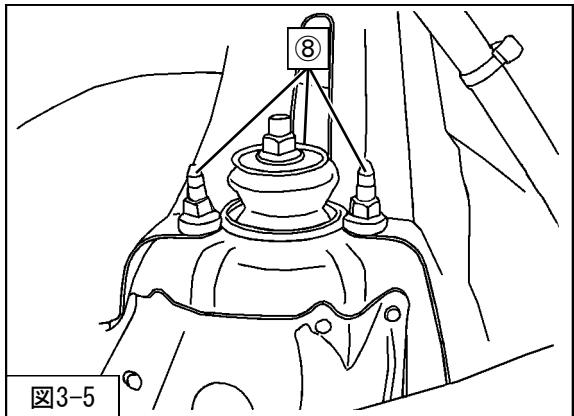

図3-5
7. ⑧リアサスペンションASSYアッパー取付ナットを取外してください。 (図3-5)